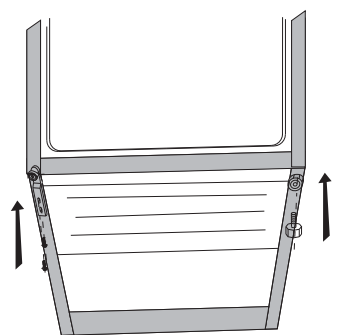

Figure 4
- 4 Installez la charnière inférieure sur le côté gauche sur le dessous du réfrigérateur. Installez la patte de nivellement sur le côté droit comme illustré dans Figure 4.